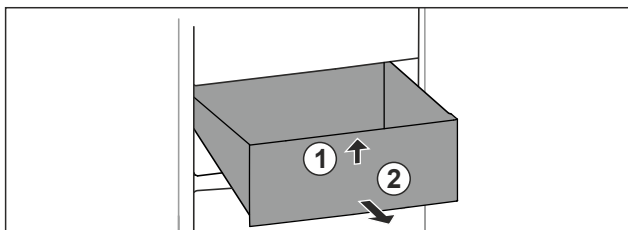

Fig. 66
- ▶ Løft skuffen foran. Fig. 66 (1)
- ▶ Ta ut skuffen framover. Fig. 66 (2)